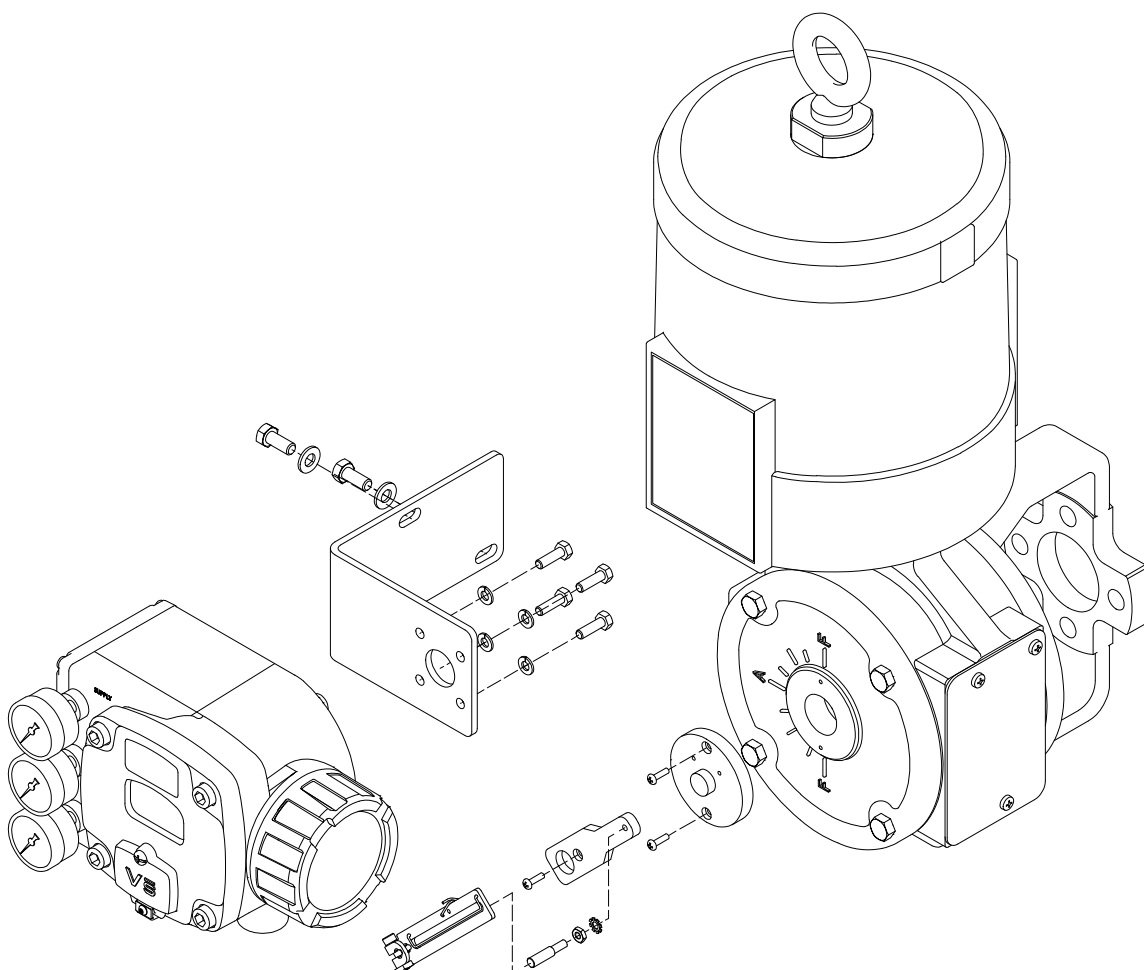

Figura 12 – Montagem do posicionador Chronos no atuador rotativo da válvula EXL (configuração ar-para-abrir / falha-fecha)
- Instale o posicionador no suporte em “L”, que é fixado na caixa de transferência do atuador (vide Figura 12), apertando os quatro parafusos que fixam o posicionador no suporte. Não se esqueça de utilizar as quatro arruelas de pressão.